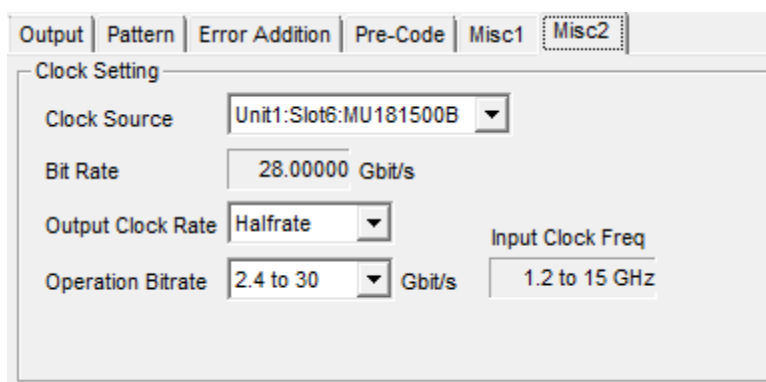

図 3.3.2-1 Clock Source 設定 (ジッタ+外部クロック源使用時)
2. MU183020A 画面の [Operation Bitrate] にて、出力したいデータのビットレート範囲を選択します。図 3.3.2-1 の例では、28 Gbit/s のデータを出力するために、[2.4 to 30 Gbit/s] を選択します。
3. MU183020A 画面の [Input Clock Freq] に表示されている周波数のクロックを、MU181500B の Ext Clock Input コネクタに入力してください。図 3.3.2-1 の例では、28 Gbit/s のデータを出力するために、14 GHz のクロックを入力します。